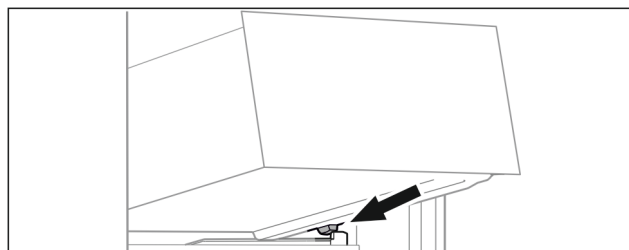

Fig. 104
- Vendosni sirtarin pjerrtas prapa ndaluesve mbi brinjën e kutisë. (shihni Fig. 104)